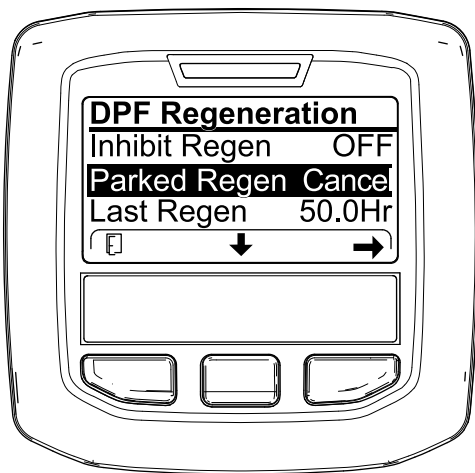
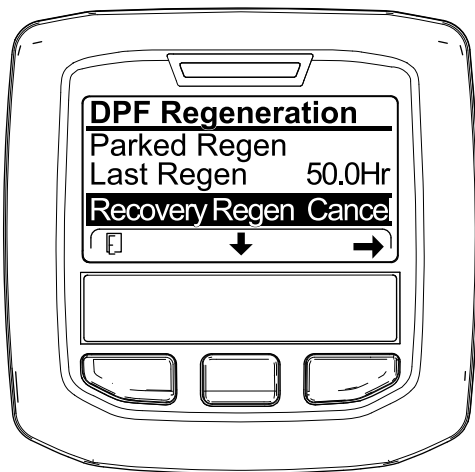

Figura 64
Figura 65
1. Acceda al menú DPF Regeneration (Regeneración de DPF) (Figura 64).
2. Pulse el botón central para desplazarse hacia abajo, hasta la opción PARKED REGEN CANCEL (Cancelación de regeneración con máquina aparcada) (Figura 64) o la opción RECOVERY REGEN CANCEL (Cancelación de regeneración de recuperación) (Figura 65).
3. Pulse el botón derecho para seleccionar la opción Regen Cancel (Cancelación de regeneración) (Figura 64 o Figura 65).